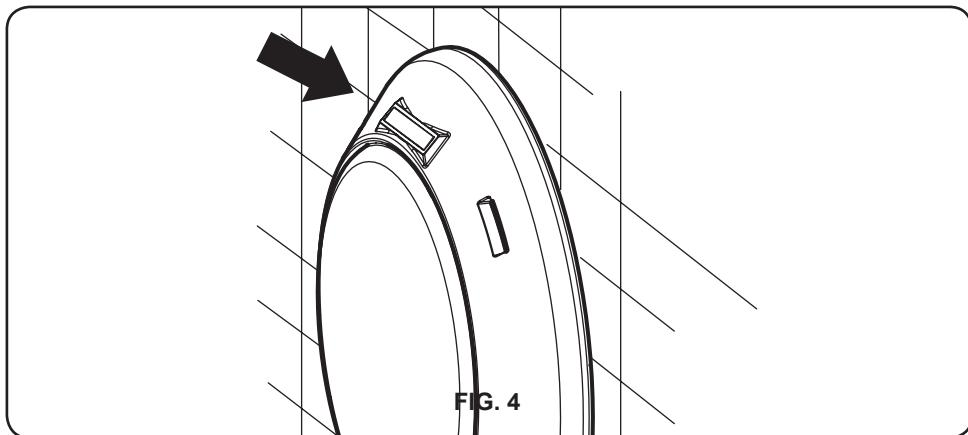

FIG. 4
- 3- Orientar o logótipo na parte superior (Fig. 4).